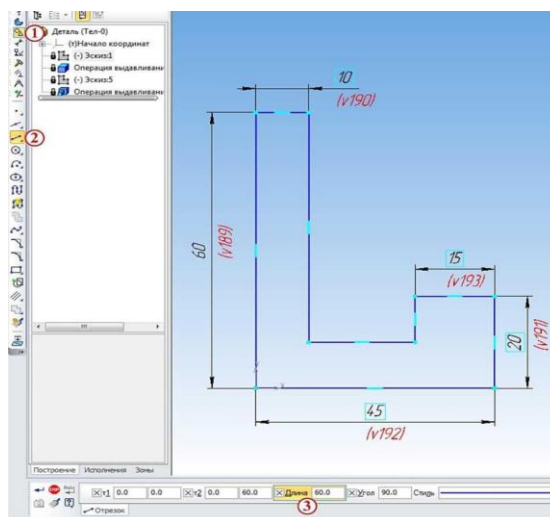

Рисунок 1.
2. Запустите КОМПАС-3D, выберите опцию **Файл** → **Создать** (новый документ) → **Деталь**. Выбрав одну из координатных плоскостей, нажимаем кнопку **Эскиз** и рисуем в ней эскиз угольника 45х60 толщиной 10 мм, выбрав на инструментальной панели **Компактная** кнопку **Геометрия 1** и в нижней части панели кнопку **Отрезок 2**. Заранее на нем можно сделать выступ высотой 20 мм и шириной 15 мм. Длина отрезка задается в окне свойств **3**, рисунок 1.